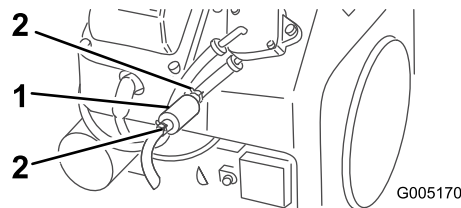

Figura 31
4. Apriete los extremos de las abrazaderas y deslícelas por el tubo alejándolas del filtro (Figura 31).
5. Coloque un recipiente debajo de los tubos de combustible para recoger cualquier fuga, luego retire el filtro de los tubos de combustible (Figura 31).